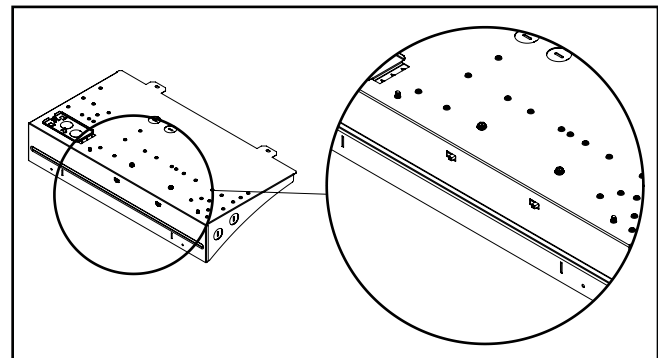

Figura 4.
1. En el recinto del controlador se encuentran dos interruptores deslizantes (Figura 4.), uno para CCT y otro para lumen. Las opciones de CCT y lumen deben seleccionarse antes de la instalación.